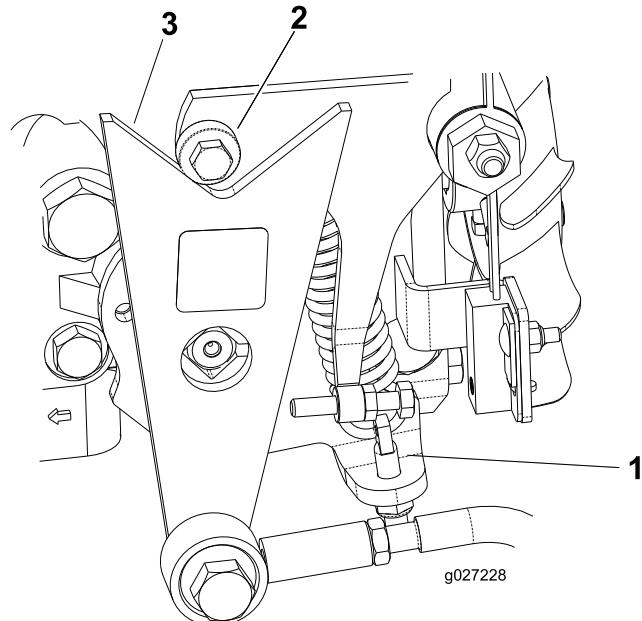

Figure 44
- Si les roues tournent dans le bon sens, arrêtez le moteur et réglez le contre-écrou de la goupille de réglage du ressort (Figure 44). Réglez le point mort de la transmission ; voir Réglage du point mort de la transmission aux roues \(page 35\).